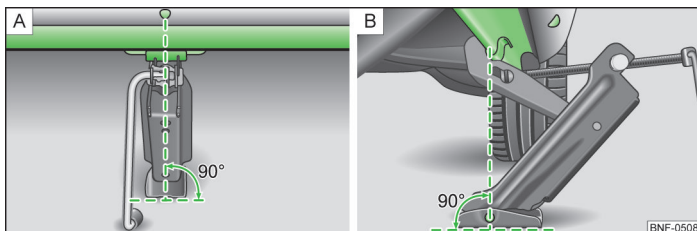

Fig. 118 Sådan sættes donkraften på.
- Sæt donkraften på, så dens griber får fat i kanten » Fig. 118 – under markeringen i panelets side.
- Sørg for, at donkraftens bundplade står på et lige underlag med hele fladen, og at den befinder sig i lodret position » Fig. 118 i forhold til det sted, hvor griberen tager fat i kanten.